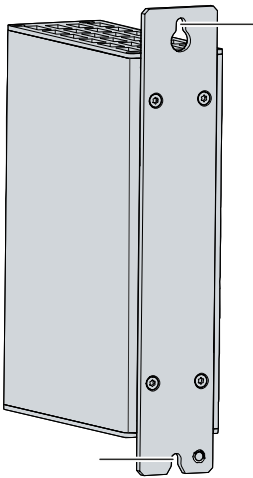

Abb. 14: Demontage Schaltschrank
2. Heben Sie den PC soweit an, dass die Befestigungsschrauben in die Schlüssellöcher (siehe Abb. 14) rutschen.